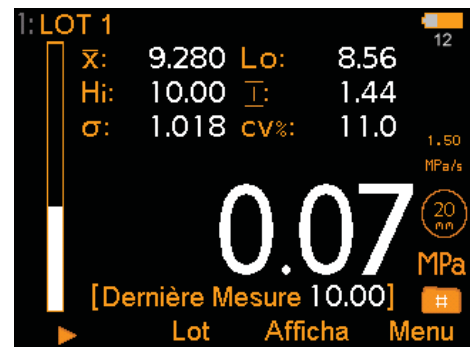

Fig. 2: Statistiques sélectionnées
- **Statistiques sélectionnées (Fig. 2);** selon le choix effectué dans Afficha/Statistiques/Stats sélection. Vous pouvez choisir de voir uniquement celles sélectionnées, ou la totalité. Les paramètres disponibles sont : Nombre de mesures, Moyenne, Mesure la plus basse, Mesure la plus haute, Plage de mesures, Ecart-Type, Coefficient de Variation.